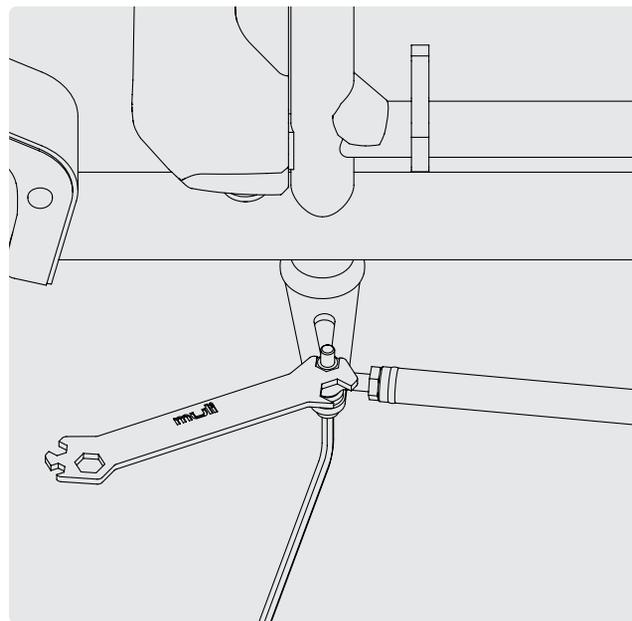

FIG. 11
- 2 Apriete la contratuerca con una llave Allen de 6 mm y una llave de boca de 13 mm, de forma que el manillar todavía pueda girarse con comodidad (fig. 11).